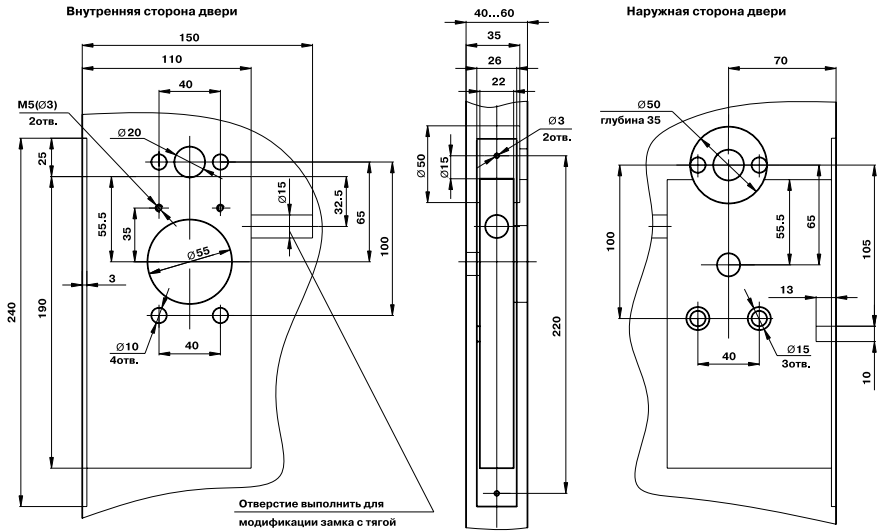

Рисунок 11 – Разметка под установку замка на левостороннюю дверь
3. Произведите разметку двери для установки замка в соответствии с рис.11.